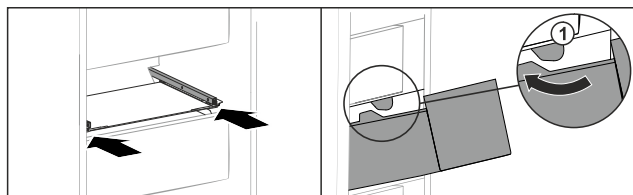

Fig. 204
- Lade rond de stoppers Fig. 204 (1) leiden.